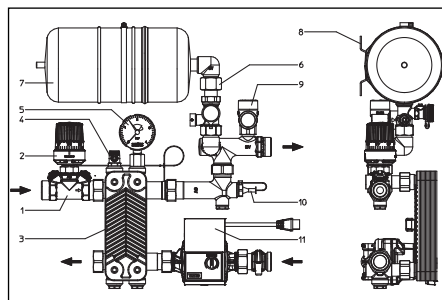
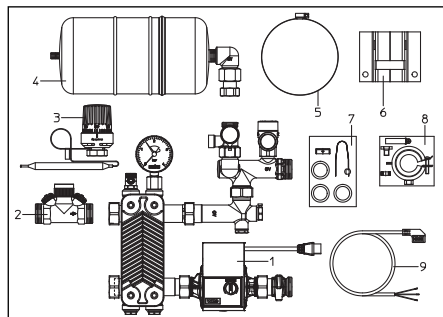

Fig 5.1 Dettaglio del gruppo „Regufloor HX“
Fig. 6.1 Componenti inclusi nella fornitura
- Montare la valvola di regolazione „Hycocn HTZ“ (Parte 2, Fig. 6.1) nella mandata del lato primario del gruppo (Parte 1, Fig. 6.1).
- Inserire il gruppo premontato (Parte 1, Fig. 6.1) con il kit di montaggio (Parte 8, Fig. 6.1) nella cassetta ad incasso.
- Avvitare il vaso di espansione a membrana (Parte 4, Fig. 6.1) sulla valvola a cappa (Parte 6, Fig. 5.1) e fissarlo con la fascetta di fissaggio e con la piastra di arresto (Parte 5 e 6, Fig. 6.1) alla guida della cassetta ad incasso.
- Avvitare il regolatore di temperatura (Parte 3, Fig. 6.1) sulla valvola di regolazione „Hycocn HTZ“ e inserire il sensore nel pozzetto installato nella mandata del lato primario (Parte 10, Fig. 5.1) e fissarlo con la vite. Accertarsi che il tubo capillare non sia piegato o schiacciato.